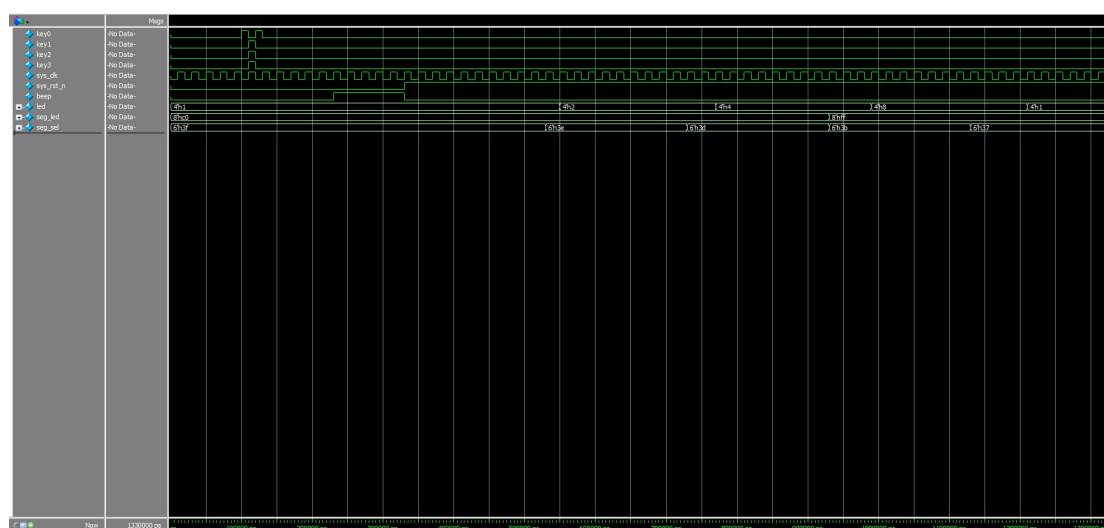

图 6 波形仿真图
如图 6 可以看到上电之后，程序开始正常计时，首先按下模式切换按键 key0，切换到设定时间模式，之后按下 key1，设定时间加一，再按下 key2，设定时间减一，再按下 key3，设定时间加十，共设计十秒时间。最后再按一次 key0，重新切换到计时模式。当计时时间到达设定时间时，蜂鸣器的 beep 信号变为高电平，流水灯开始工作。按下复位信号后，蜂鸣器的 beep 信号变为低电平，停止工作，流水灯也回复到初始状态。